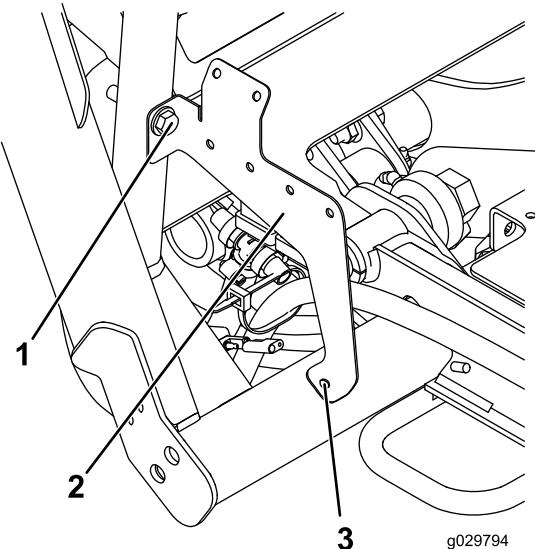

図 25
1. フレームにリレーブラケットを仮止めするボルト3/8 x 2 インチ、ワッシャ0.406 インチとナット3/8 インチを使用して図 25のように取り付ける。
2. 図 25 に指示されている箇所にマークを入れる。